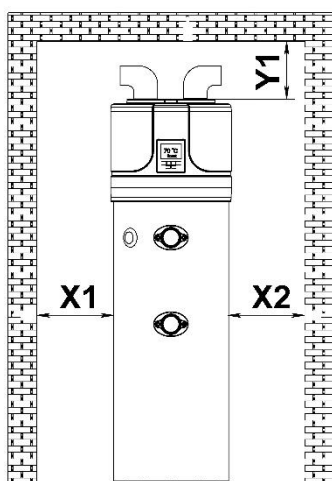

Fig. 4a – Espace minimal et installation sans conduits d'air.
L'installation de l'appareil doit être effectuée dans un endroit approprié permettant une utilisation et un réglage normaux, ainsi qu'une maintenance prophylactique et d'urgence de l'appareil. Il est donc important de prévoir l'espace de travail requis selon les dimensions représentées sur la Fig. 4a.
ATTENTION ! Afin d'éviter une "courte" circulation d'air entre l'entrée et la sortie lorsque vous utilisez une installation sans conduit d'alimentation en air, utilisez toujours deux genoux montés dans des directions opposées. Fig. 4a
- Circulation d'air dans toute la pièce (Fig. 4a). Cela peut entraîner un refroidissement et déshumidification de l'air à l'intérieure. Si la pièce n'est pas aérée, l'efficacité de l'appareil diminue. La pièce doit avoir un volume d'au moins 20 m³.